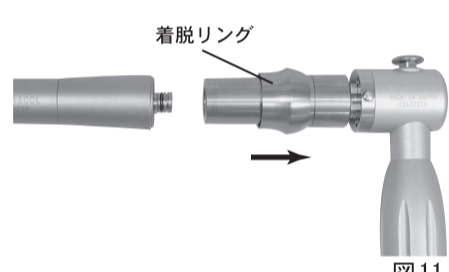
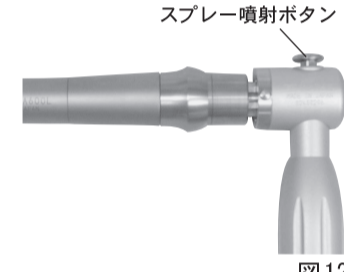

図11
図12
(2) PTL用ノズル(別売品)の着脱リングを矢印の方向へ引きながら(図11)、ハンドピース後部をまっすぐ差し込み止まったところで着脱リングを離します。それから、スプレー噴射ボタンを押してスプレーします。(図12)